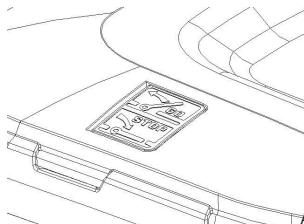

Abb. 3D
- Wenn der Grasfangsack voll ist, kollabiert der Anzeiger. Sobald dies geschieht, hören Sie sofort zu mähen auf und entleeren Sie den Grasfangsack, stellen Sie sicher, dass er sauber ist und sorgen Sie dafür, dass sein Maschenwerk durchlässig ist. (Abb. 3D)